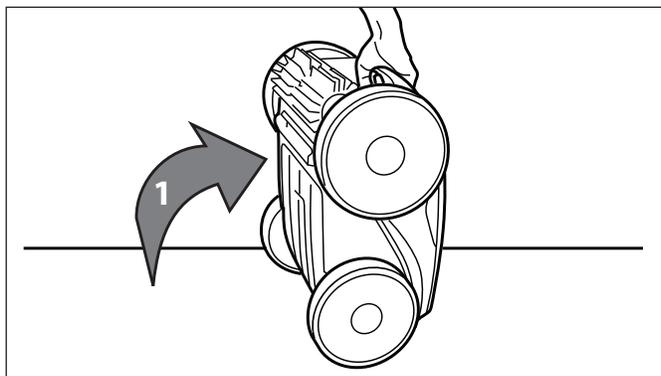

Figure 28. Nettoyeur en position verticale
1. Soulevez le nettoyeur en position verticale afin que la poignée soit orientée vers le haut (Figure 28).